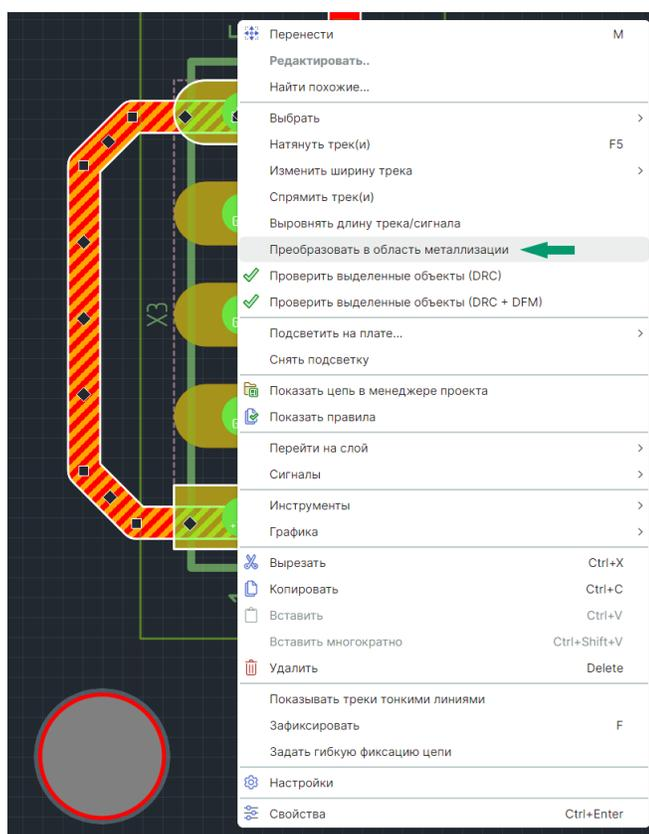

Рис. 435 Преобразование выделенного трека в область металлизации
2. Из контекстного меню выберите пункт «Преобразование в область металлизации», см. Рис. 435.